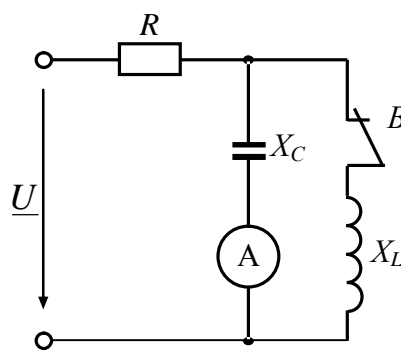

Рис. 3.19
**3.132.** Визначити покази амперметра мА, що ввімкнений в електричне коло змінного струму рис. 3.19 при розімкненому ( $I$ ) і замкненому ( $I'$ ) вимикачі  $B$  у резонансному контурі. Напруга джерела живлення 100 В, активні й реактивні опори:  $R = X_L = X_C = 5$  В.